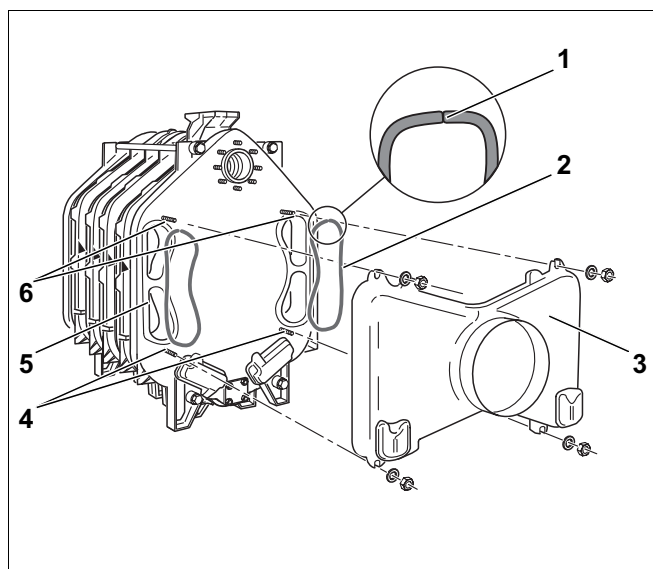

Fig. 26
For å tette forbindelsene mellom kjelen og røykgassamleren (fig. 26, **pos. 3**) brukes det GP-pakningsnor (glassfibersnor med silikonmantel) (fig. 26, **pos. 2**).
- Lim fast GP-pakningsnoren (ca. 1500 mm lang) i noten på bakelementet (fig. 26, **pos. 5**) ved hjelp av Silastik-lim. Pakningsnoren skal legges slik at skjøten er i notens øvre område (fig. 26, **pos. 1**).
- Sett røykgassamleren på de fire pinnereskruene på bakelementet (fig. 26, **pos. 4 og 6**) og skru den fast ved hjelp av underlagsskiver og mutre.